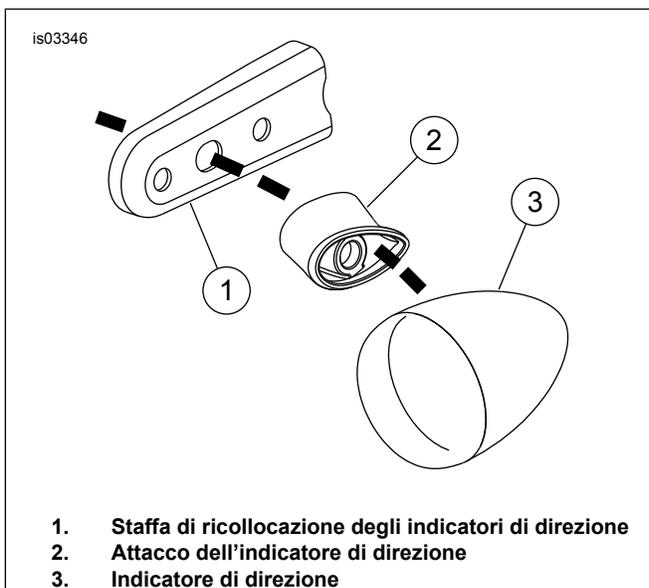

Figura 7. Disposizione del cablaggio attraverso la staffa di ricollocazione e l'attacco
1. Vedere Figura 7. Passare il cablaggio e il connettore dell'indicatore di direzione attraverso il foro centrale sulla staffa di ricollocazione dell'indicatore e sotto la parte posteriore del sostegno del parafrangente.